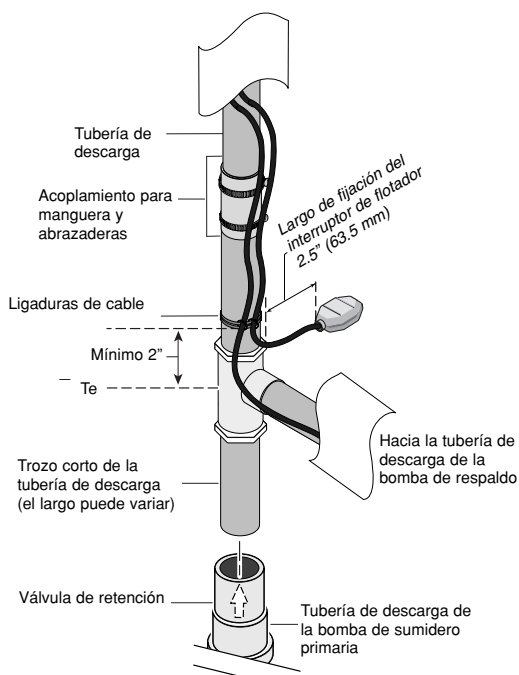

Figura 6 – Largo de fijación del interruptor de flotador y tubería de descarga de la bomba de respaldo
- Instale un trozo corto de tubería en la parte superior de la válvula de retención en la descarga de la bomba primaria. Consulte la Figura 6.
- Coloque la unidad del interruptor de flotador (Clave No. 7) flojamente en la tubería de descarga con las ligaduras de cable (Claves No. 7A & 7B). Consulte la Figura 6. Debe quedar aproximadamente 2.5" (63.5 mm) de longitud de cordón entre el flotador y la abrazadera. No apriete las ligaduras de cable. Es posible que requiera ajustes más tarde.
- Coloque la unidad del interruptor de flotador de la bomba de respaldo (Clave No. 7) flojamente en la tubería de descarga con las ligaduras de cable (Claves No. 7A & 7B). Consulte la Figura 6 en la Página 6. Debe quedar aproximadamente 2.5" (63.5 mm) de longitud de cordón entre el flotador y la abrazadera. No apriete las ligaduras de cable. Es posible que requiera ajustes más tarde.